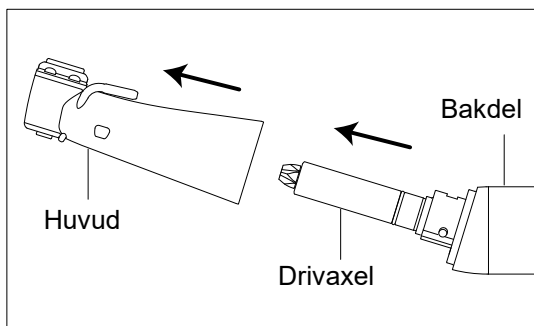

Fig. 7
- 4) Dra ut huvudet från skaftet. (Fig. 7)
- 5) Dra ut drivaxeln från skaftet. (Fig. 7)